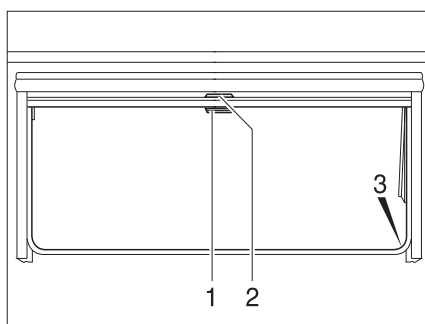

Fig. 41 Fenêtre projetante
- Tirer le store occultant vers le bas en le maintenant par la poignée (Fig. 41,2). Lorsque le store occultant est complètement fermé, l'accrocher des deux côtés du cadre de la fenêtre dans le dispositif de blocage (Fig. 41,3).
- Lorsque le store occultant est complètement fermé : Appuyer sur la poignée (Fig. 41,2) vers le bas tout en la tirant légèrement vers l'intérieur. Décrocher à droite et à gauche le store occultant du dispositif de blocage du cadre de la fenêtre.
- Si le store occultant se trouve dans une position intermédiaire : Tirer la poignée (Fig. 41,2) vers le bas jusqu'à ce que le dispositif de blocage se débloque.
- Tirer la moustiquaire par la poignée (Fig. 41,1) vers le bas et l'accrocher des deux côtés sur le cadre de la fenêtre dans le dispositif de blocage (Fig. 41,3).
- Appuyer sur la poignée (Fig. 41,1) vers le bas tout en la tirant légèrement vers l'intérieur. Décrocher à droite et à gauche la moustiquaire des dispositifs de blocage du cadre de la fenêtre.